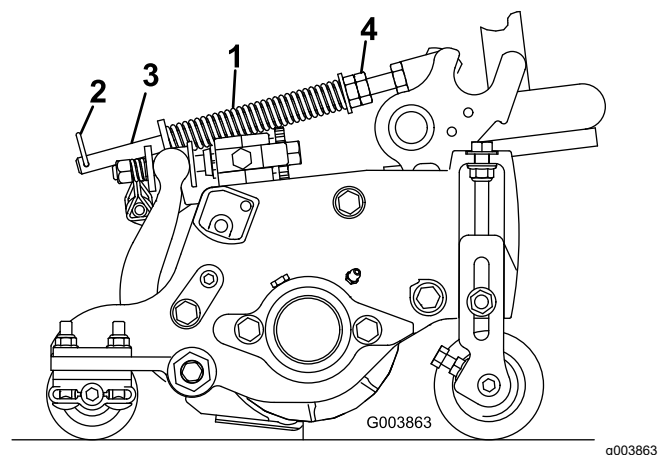

Figure 50
Le ressort de compensation (Figure 50) transfère le poids du rouleau avant au rouleau arrière. Cela évite la formation d'ondulations à la surface de la pelouse.
1. Vérifiez que la goupille fendue est insérée dans le trou de la tige de ressort (Figure 50).
2. Serrez les écrous hexagonaux à l'extrémité avant de la tige de ressort jusqu'à ce que la longueur du ressort comprimé soit égale à 16 cm (6,25 po); voir Figure 50).